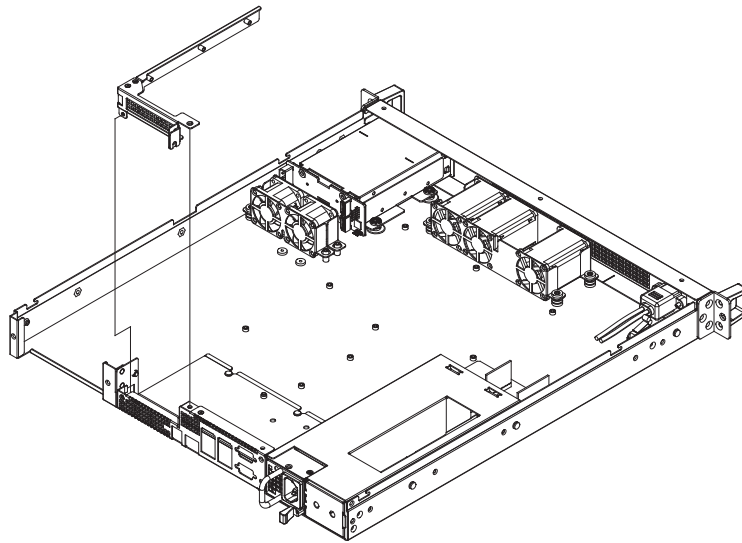

Figure 2.3 Removing MR Riser Bracket/ 移除 MR RISER 支架 / 移除 MR RISER 支架
2. Lift MR riser bracket up as below diagram shows (see Figure 2.3).
2. 将 MR Riser 支架向上提起（如图 2.3 所示）。